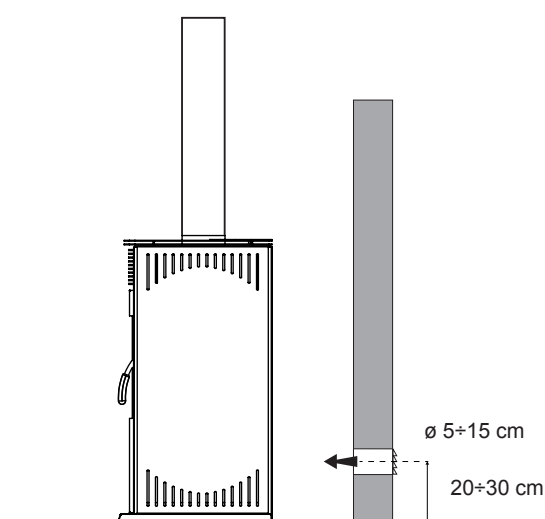

Fig. 12
**3.4.1. PRESA D'ARIA ESTERNA:** In ogni caso, è obbligatorio creare una presa d'aria esterna per permettere un corretto afflusso di aria comburente ed evitare il prelievo di ossigeno dall'ambiente in cui si trova la termostufa (Fig.12).